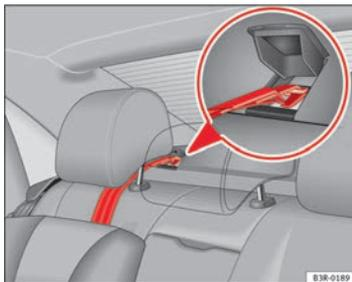

Fig. 35 Correa de sujeción: correcto ajuste y montaje
- Dirigir la correa de sujeción del Top Tether por debajo del apoyacabezas de la plaza posterior → fig. 35 (levantar el apoyacabezas si es necesario).
- Levantar la tapa del anclaje de la bandeja -ver detalle- → fig. 35.